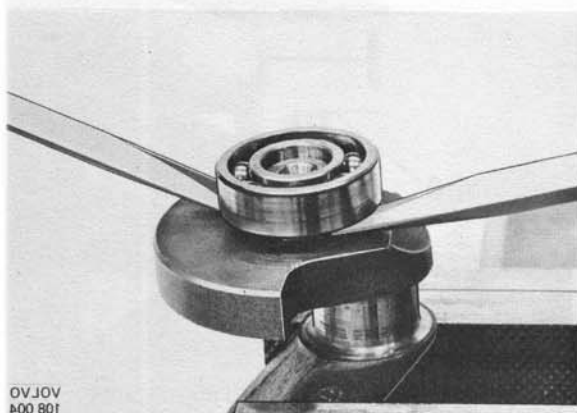

Abb. 61 Ausbau des hinteren Kurbelwellenlagers
6. Wenn die Kurbelwelle selbst einwandfrei ist und nur die Kurbelwellenlager ausgewechselt werden müssen, spannt man die Welle am unbearbeiteten Mittelstück in einen Schraubstock ein (Abb. 61).
7. Die Kurbelwellenlager können danach mit Hilfe von zwei Schraubenziehern von den Wellenenden abgedrückt werden (Abb. 61).